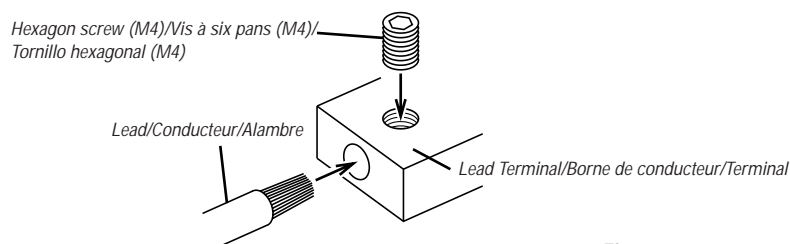

Fig. 10
3. Remove the screw attached to the terminal. Insert the exposed wire end into the lead terminal. Tighten the hex screw (M4) with the hex wrench (M4), to fix the lead. (Fig. 10)
3. Retirer la vis fixée à la borne. Insérer le bout du conducteur exposé dans la borne de conducteur. Serrer la vis à six pans (M4) à l'aide de la clé à vis à six pans (M4), pour fixer le conducteur. (Fig. 10)
3. Quite el tornillo fijado al terminal. Inserte el extremo desnudo del alambre en el terminal del conductor. Apriete el tornillo hexagonal (M4) con la llave hexagonal (M4) para fijar el alambre. (Fig. 10)